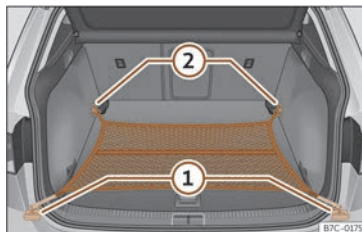

Fig. 165 No maleteiro: bolsa de rede enganchada case tocando o piso.
- Fixe os ganchos da rede nas argolas de amarre >>> fig. 165 ① e ② >>> ⚠️. A cremalleira da bolsa ten que quedar cara arriba.